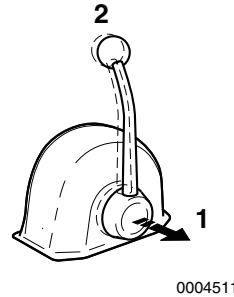

Figura 15
Quando si tira giù la leva (**Figura 15, (1)**), la velocità del motore può essere controllata senza innestare l'invertitore. L'invertitore resta nella posizione NEUTRAL, nessun carico. Girare il pomello (**Figura 15, (2)**) in senso antiorario per muovere la leva o in senso orario per bloccare la leva.